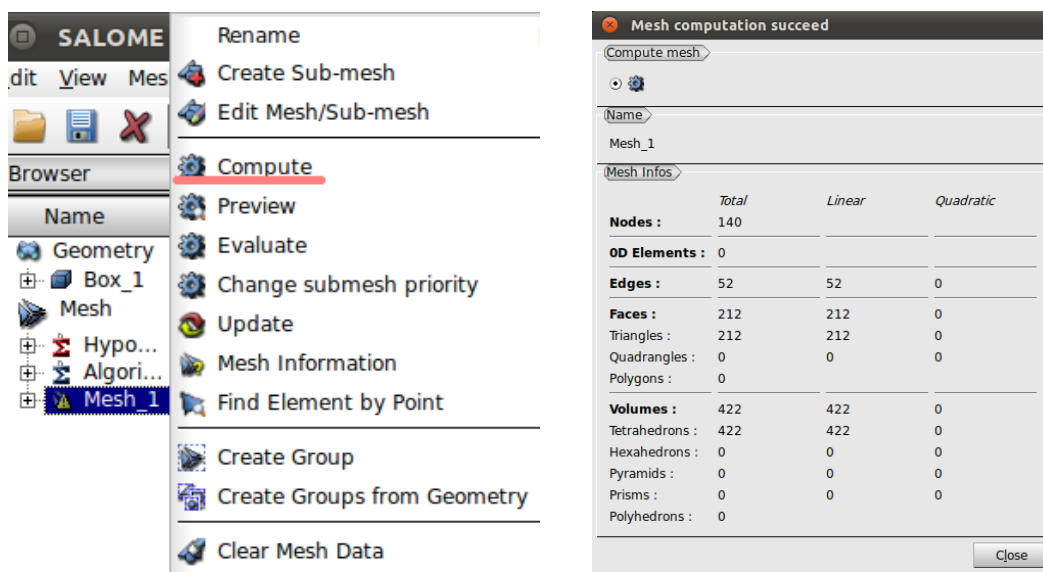

図 14 Compute
④Object Brower 内の Mesh >Mesh_1 を右クリックし、Compute を選択する。(参照：図 14 左) メッシュ作成が完了すると、Mesh computation succeed が表示され、メッシュの要素数などが確認できる。(参照：図 14 右)